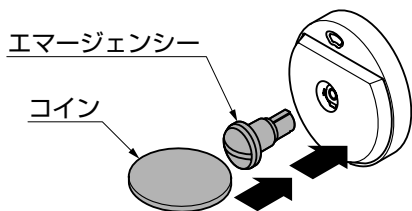

図3-2 エマージェンシーの操作
- ⑤エマージェンシーをおでかけサムターンと同様に差込み、コインで回転することを確認してください。(図3-2参照)